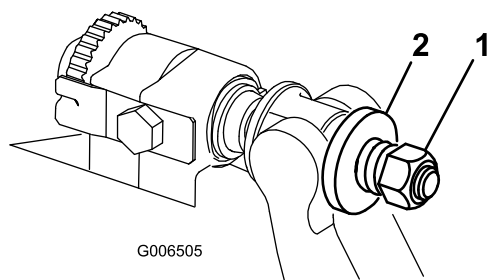

Figure 36
3. Serrez l'écrou de tension du ressort jusqu'à ce que les spires soient jointives, puis desserrez-le de 1/2 tour (Figure 36).